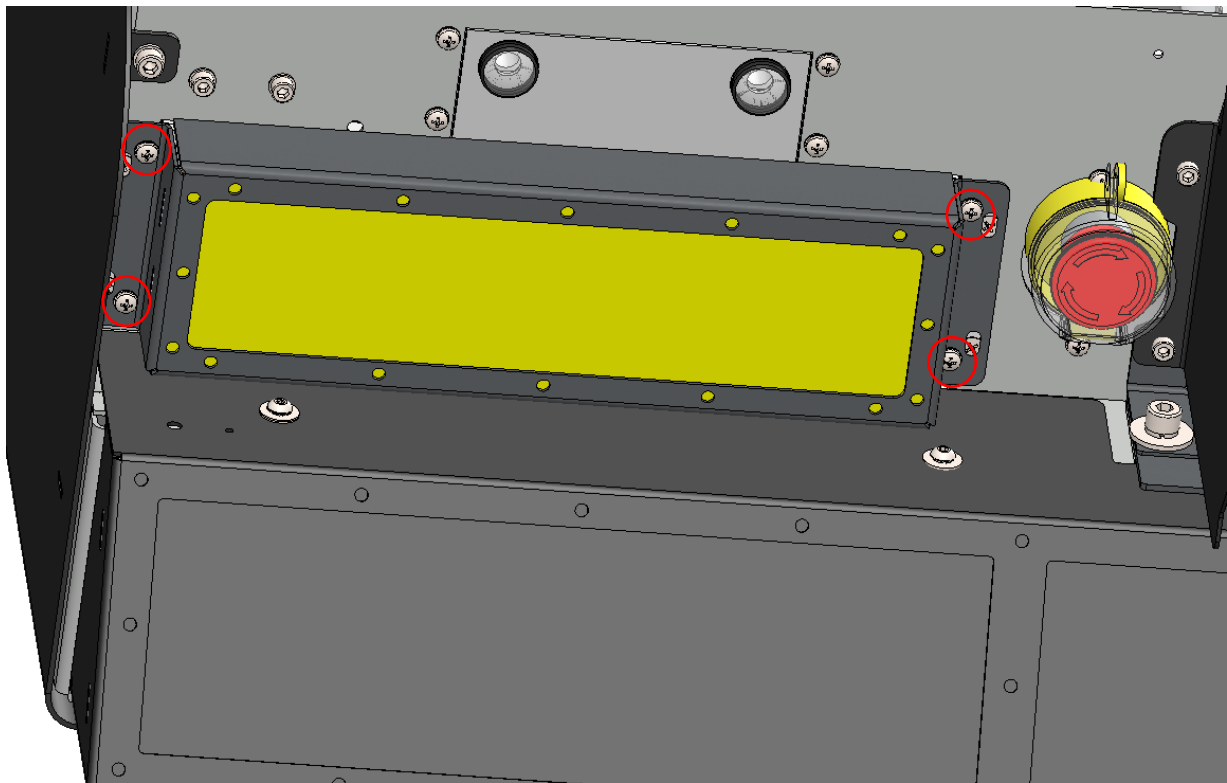

Рисунок 5.11. Расположение винтов на корпусе фильтра
1. Изъять 4 винта из корпуса фильтра (рис. 5.11) и снять корпус фильтра.